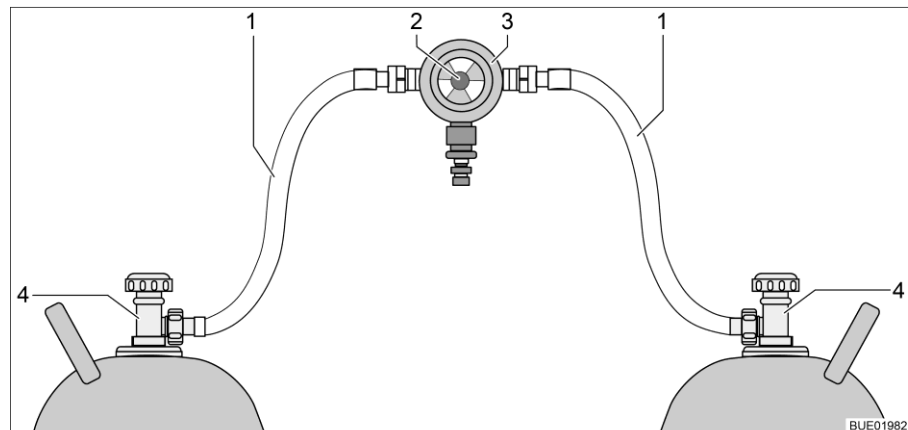
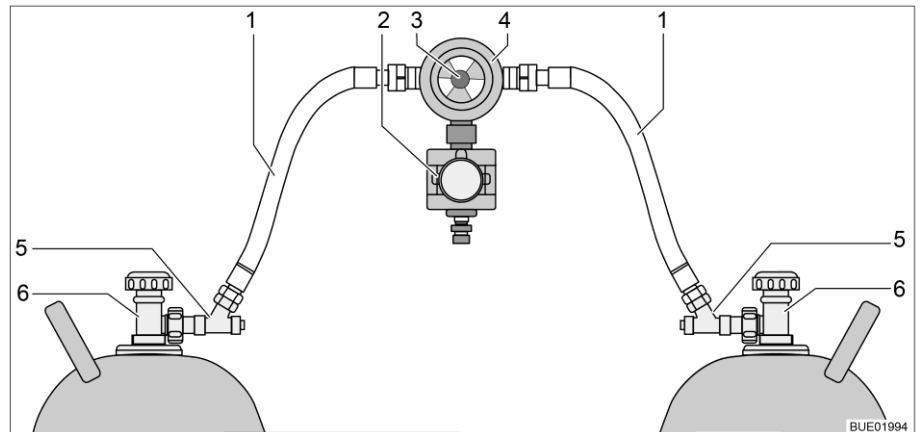

Bild 89 Gasflaschen-Umschaltanlage
Bild 90 Gasflaschen-Umschaltanlage mit CPU
Die Gasflaschen-Umschaltanlage besteht aus einem kombinierten Gasdruckregler mit Umschaltventil und Anzeige (Bild 89,3). Die Gasflaschen-Umschaltanlage ist zwischen den beiden Gasschläuchen (Bild 89,1) montiert.
Die Gasflaschen-Umschaltanlage besteht aus einem kombinierten Gasdruckregler mit Umschaltventil und Anzeige (Bild 90,4) und einem Elektroventil (Bild 90,2). Das Elektroventil sperrt bei Vollbremsung, Unfall oder ungewöhnlich großer Schräglage die Gaszufuhr zum Fahrzeug. Die Gasflaschen-Umschaltanlage ist zwischen den beiden Gasschläuchen (Bild 90,1) mit Schlauchbruchsicherungen (Bild 90,5) montiert.
Mit dem Drehknopf (Bild 89,2 bzw. Bild 90,3) an der Gasflaschen-Umschaltanlage lässt sich bestimmen, welche der Gasflaschen als Betriebsflasche und welche Gasflasche als Reserveflasche verwendet wird.
An der Bedieneinheit (Bild 91) können nur die elektrischen Funktionen geschaltet werden. Die Haupt-Absperrventile der Gasflaschen (Bild 89,4 bzw. Bild 90,6) müssen von Hand geöffnet oder geschlossen werden.
- Haupt-Absperrventile an den Gasflaschen (Bild 89,4 bzw. Bild 90,6) öffnen.
- Schlauchbruchsicherungen (Bild 90,5) nacheinander 10 Sekunden lang drücken.
- Mit dem Drehknopf (Bild 89,2 bzw. Bild 90,3) an der Umschaltanlage die Gasflasche wählen, der vorrangig das Gas entnommen werden soll (Betriebsflasche). Drehknopf immer bis zum Anschlag drehen.
- Haupt-Absperrventile an den Gasflaschen (Bild 89,4 bzw. Bild 90,6) schließen.